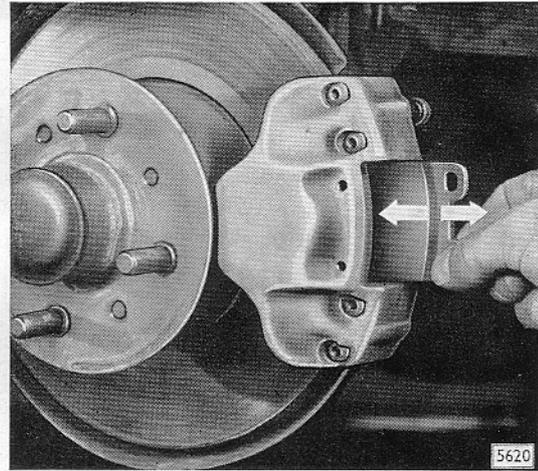

Bild B 18 - Der Bremsbelag muß sich in seinen Führungen im Bremssattel leicht hin- und herbewegen lassen
10. Weiterzuverwendende Beläge entsprechend ihrer Markierung zum Bremssattel in Sattel einsetzen. **Die Beläge müssen sich in ihren Führungen im Bremssattel leicht hin- und herbewegen lassen** (Bild B 18).